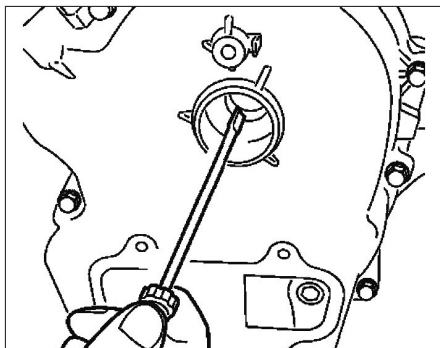

FIG. 80
- Poser le pignon d'entraînement à l'aide de l'outil approprié sur l'arbre à cames d'échappement (Fig.80).